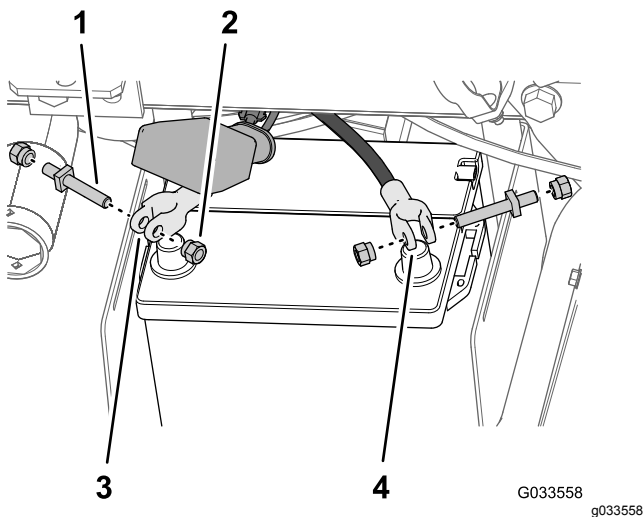

Bild 30
5. Bringen Sie eine Polschraube und eine Klemmmutter lose an den Klemmen des Plus- und Minuskabels der Batterie an (**Bild 30**).